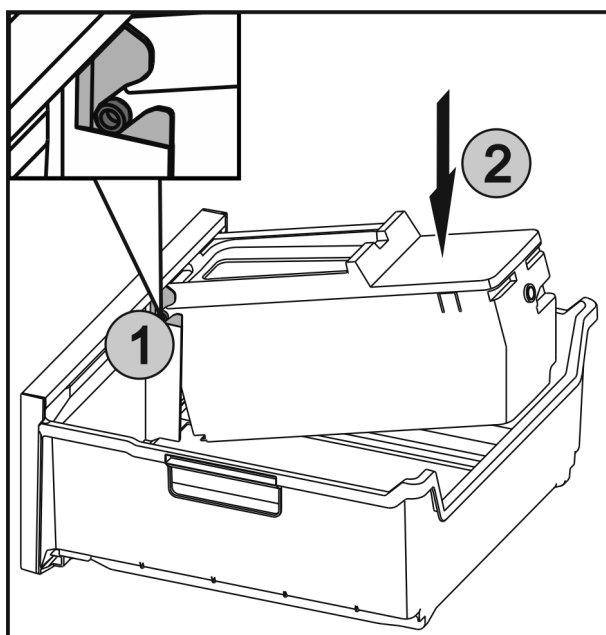

Fig. 83
- ▶ 将 EasyTwist-Ice 上的轴 Fig. 83 (1) 推入导轨并按下后侧 Fig. 83 (2)，直到卡舌卡入。